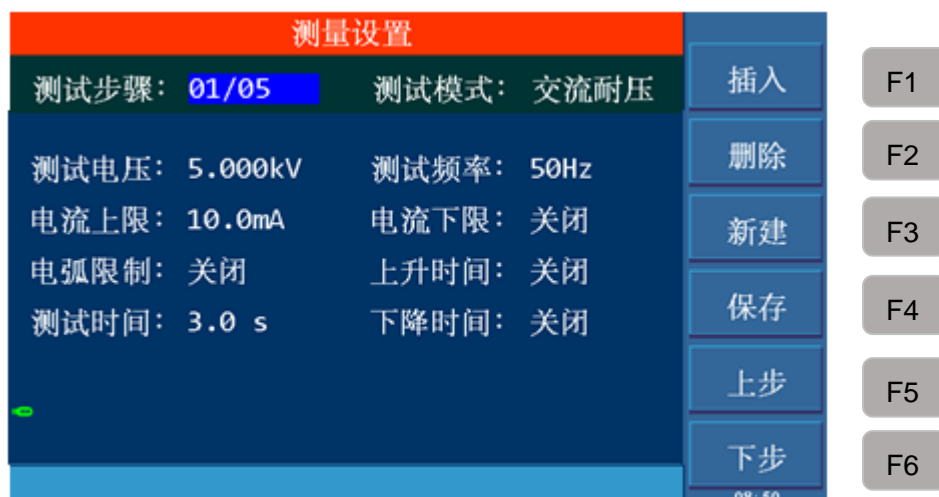

图 4-9 测量设置
- 1、按【SETUP】键进入图 4-9 所示测量设置界面。